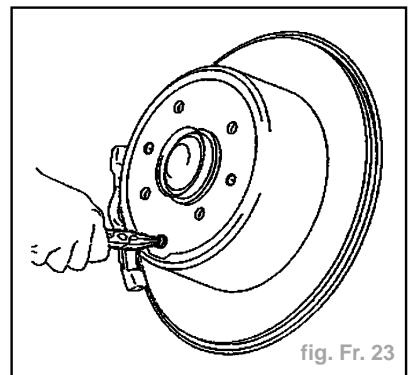

fig. Fr. 23
- Déposer l'obturateur en utilisant une pince à becs (fig. Fr. 23).